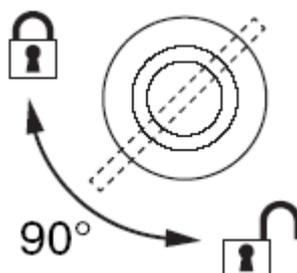

Рисунок 5. Фиксация крепления поворотом на четверть оборота
4. Совместите первый зажим и кронштейн с 2 точками крепления на основании. См. рисунок 5. Вставьте крепления кронштейн-зажима в основание и поверните оба рычага на четверть оборота по часовой стрелке до упора. Повторите процедуру для второго зажима.